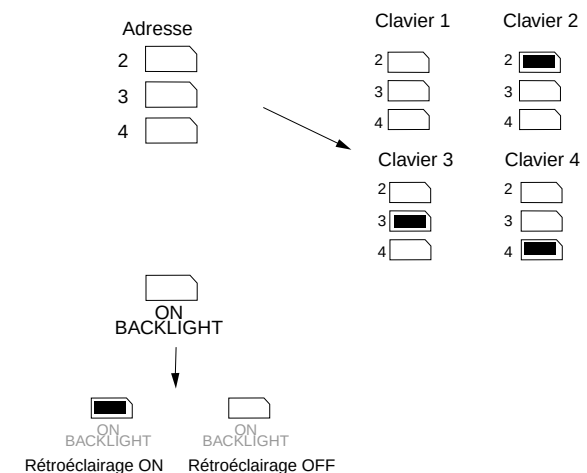

Figure 8. Adressage des claviers
La centrale est fournie avec un clavier déporté. Dans le cas où plusieurs claviers sont installés, il est nécessaire d'attribuer une "adresse" différente à chacun. Les cavaliers LK2 à LK4 définissent l'adressage du clavier (se reporter à la figure 8 ci-dessous).
En sortie d'usine, la centrale est paramétrée avec la fonction "Rétroéclairage clavier" activée (ON). Afin d'inhiber ce rétroéclairage, retirer le cavalier de la position "ON BACKLIGHT" (Rétroéclairage ON), comme l'illustre la figure 8.